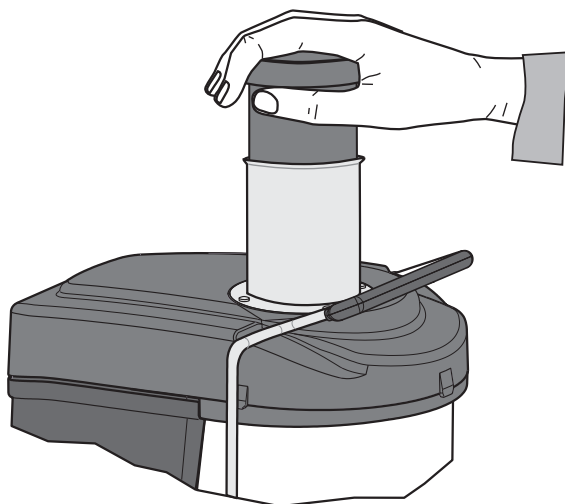

Abb. 7
- 6 Mit dem mitgelieferten Stößel, das Obst u./od. Gemüse stufenweise auf den Boden des Einfüllstutzens auf die sich drehende Reibe mit Zähnen drücken (siehe Abb. 7). Um mehr Saft zu erzielen, muss der Stößel immer langsam hinuntergedrückt werden. Kein Obst u./od. Gemüse hineingeben, wenn der Motor ausgeschaltet ist.